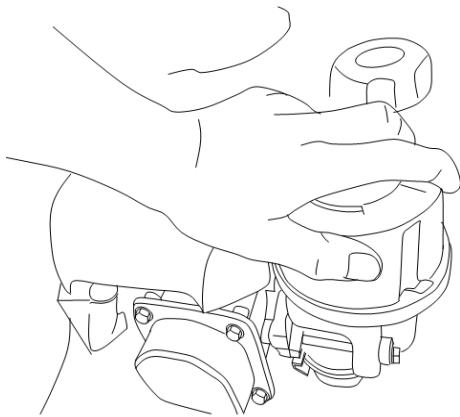

Abb. 20
- 1) Ziehen Sie die Rasten aus dem Luftfiltergehäuse (Abb. 20) und nehmen Sie die Luftfilterabdeckung ab.